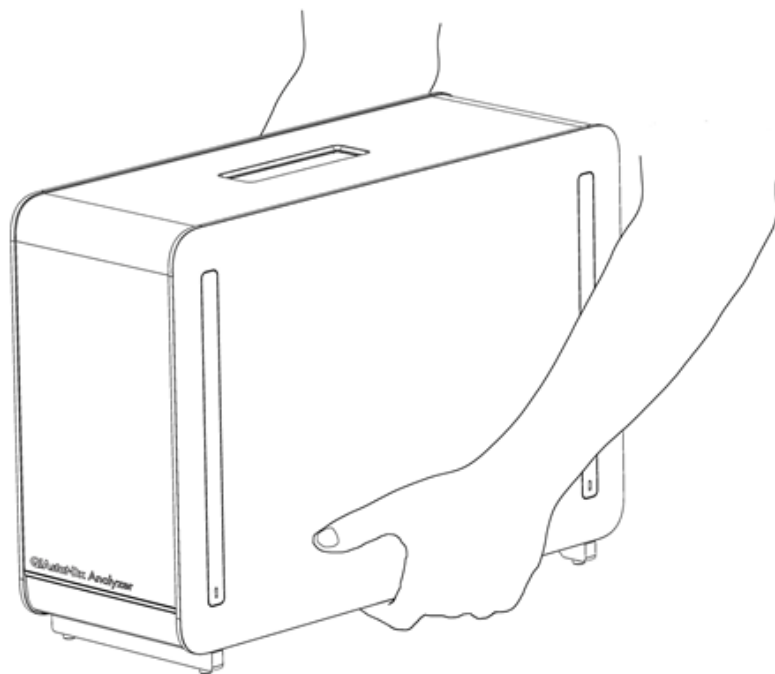

图 14. 正确处理分析模块。
**提示：**如图 14 所示，必须使用双手将分析模块从底座抬离，然后再搬运。